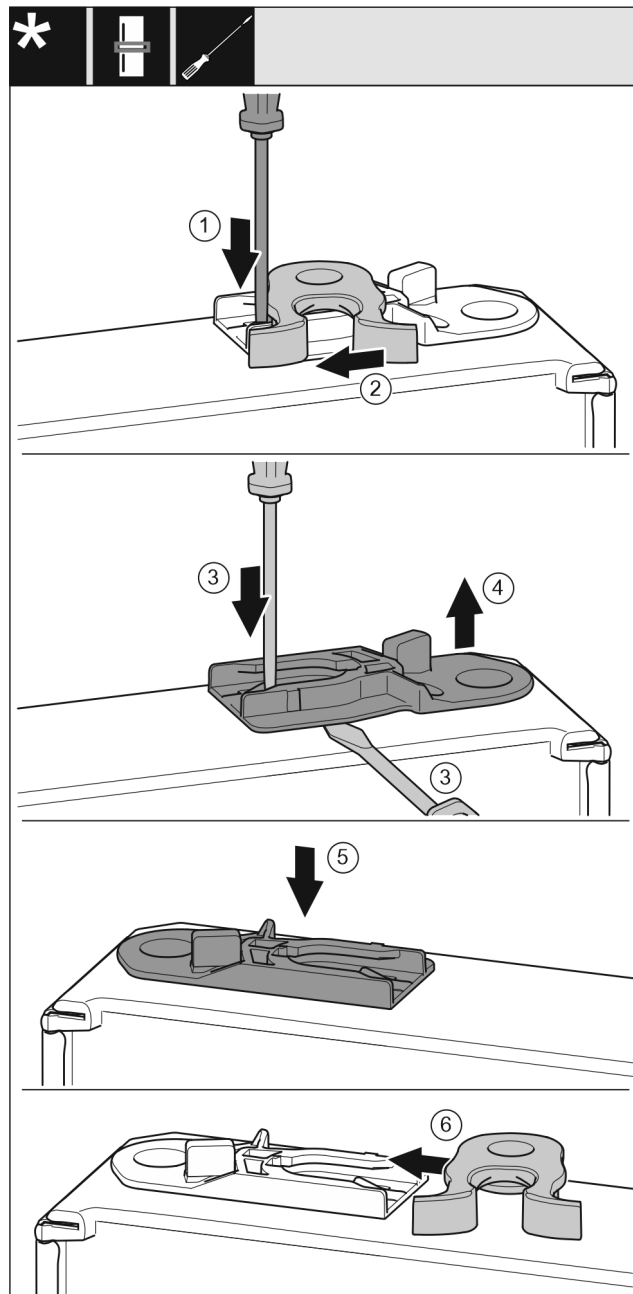

Fig. 52 \*
- ▶ Plochým šroubovákem přitlačte lamelu Fig. 52 (1) dolů.\*
- ▶ Vytáhněte petlici Fig. 52 (2) z vedení.\*
- ▶ Vytáhněte vodící pouzdro Fig. 52 (3, 4): Stiskněte jazýček šroubovákem a současně plochým šroubovákem zajedťte pod vodící pouzdro.\*
- ▶ Vodící pouzdro Fig. 52 (5) přiložené v příslušenství zasuňte na druhé straně pláště.\*
- ▶ Petlici Fig. 52 (6) zasuňte do vedení.\*